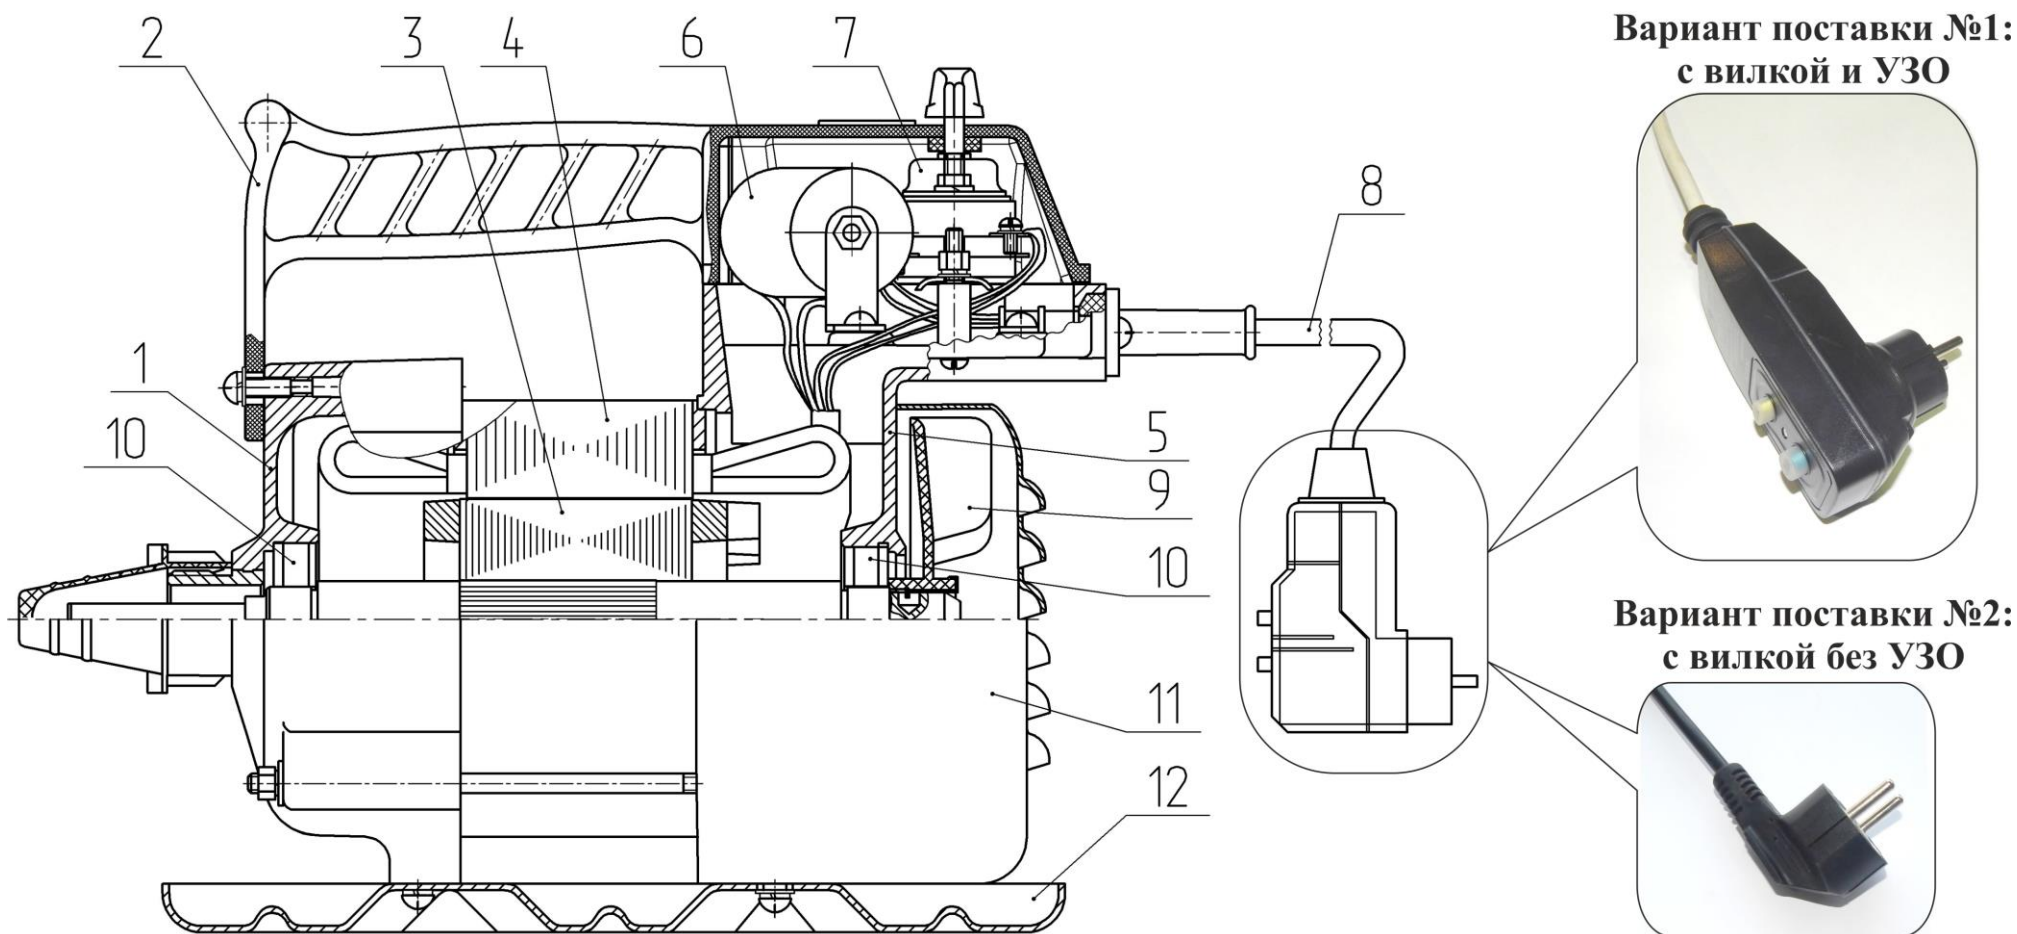

Рисунок 1. Электроприводы ЭПК-1300, ЭПК-1800:
4.1 Электроприводы (рисунок 1) могут поставляться в двух вариантах:
7.1 Электроприводы (рисунок 1) могут поставляться в двух вариантах:
- развернуть резьбовые соединения электропривода (рисунок 1), снять ручку-крышку (2), отсоединить от контактов выключателя (7) токоподводящий провод (8) и выводные провода обмотки статора (4) (при необходимости), снять подшипниковые щиты (1) и (5).